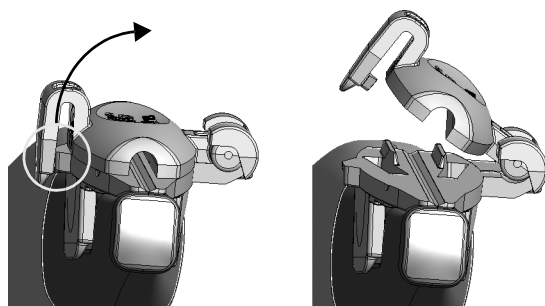

Рисунок 14. Нажать для открытия направляющей для иглы на Датчик типа 8863 для трепанационного отверстия.
- 1 Удерживать датчик левой рукой. Правой рукой осторожно надавливать на вкладыш направляющей для иглы сбоку, пока он не откроется (см. Рисунок 14).